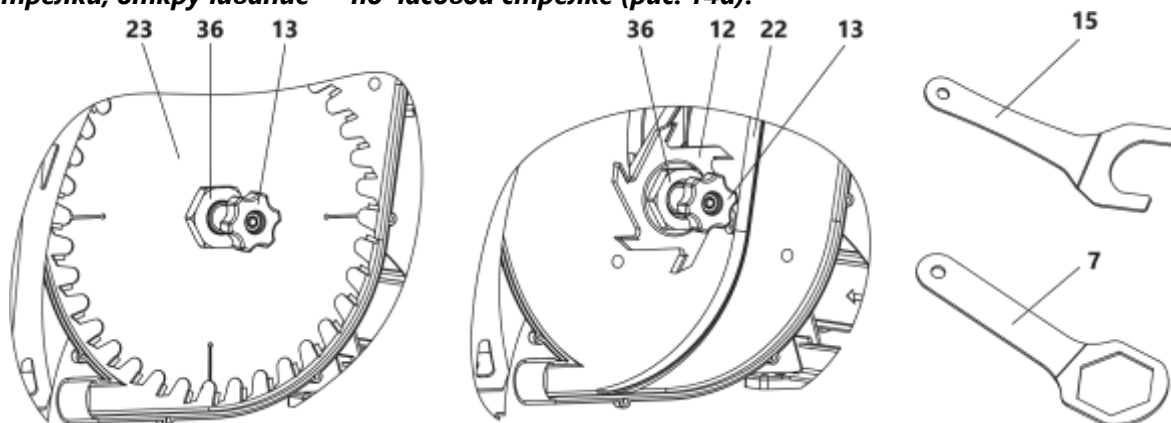

Рис. 14 Демонтаж пильного диска. Установка фрезы
- открутить гайку-барашек регулировки глубины пропила 13 пильного диска 23 (рис. 14);
- установить гайку-барашек регулировки глубины пропила 13 на рабочее место (рис. 14);
- с помощью кольцевого гаечного ключа 7 расфиксировать резьбовое соединение гайки зажимной 36 (рис. 14);
Гайка 36 имеет левое резьбовое соединение. Закручивание — против часовой стрелки, откручивание — по часовой стрелке (рис. 14а).
Рис. 14а Установка ключей при демонтаже пильного диска/фрезы